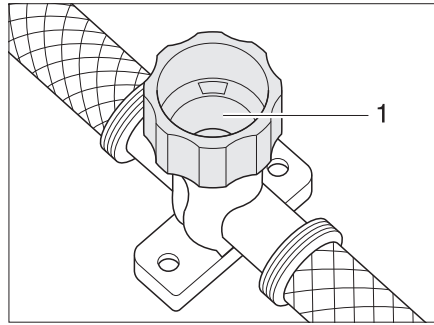

Bild 130 Ablasshahn für Therme
- Ablasshahn schließen. Dazu Kappe (Bild 130,1) im Uhrzeigersinn drehen.
- Ablasshahn der Therme öffnen. Dazu Kappe (Bild 130,1) entgegen dem Uhrzeigersinn drehen.